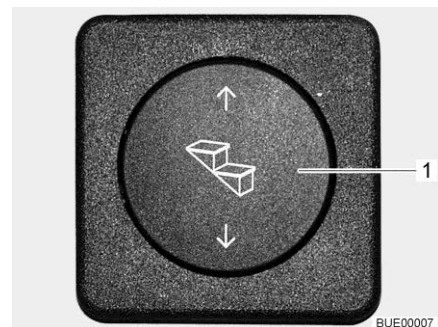

Fig. 10 Pulsador de mando escalón de entrada
- Pulsar la parte inferior del pulsador basculante (Fig. 10,1) y mantenerlo pulsado (por lo menos 3 segundos) hasta que esté completamente extraído el escalón de entrada.
- Pulsar la parte superior del pulsador basculante (Fig. 10,1) hasta que haya introducido completamente el escalón de entrada.